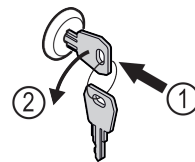

Fig. 160
- ▶ Sleutel erin duwen. Fig. 160 (1)
- ▶ Sleutel 90° linksom draaien. Fig. 160 (2)